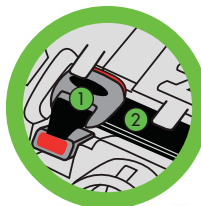

Figure 135
Retirez les ajusteurs (1) et la ceinture (2) d'attaches inférieures DUA de leur position de rangement dans le fond du siège, tel qu'illustré dans la **Figure 135**.